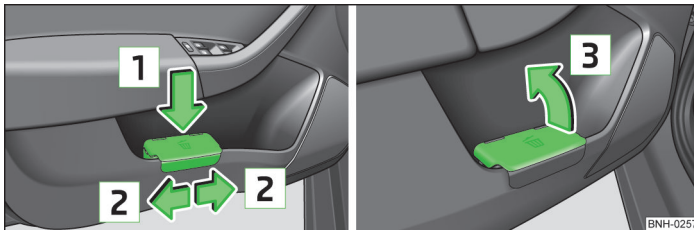

Abb. 50 Abfallbehälter / Abfallbehälter öffnen
- › Den Abfallbehälter im hinteren Bereich in Pfeilrichtung **1** » Abb. 50 eindrücken.
- › Den Abfallbehälter entgegen der Pfeilrichtung **1** » Abb. 50 herausnehmen.
- › Den Abfallbehälter in Pfeilrichtung **3** » Abb. 50 öffnen.